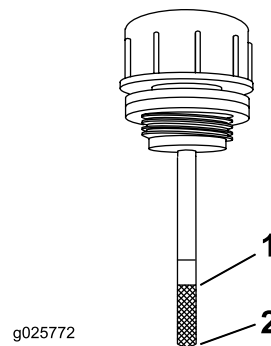

Figura 68
9. Retire la varilla e inspeccione el extremo (Figura 68). Si el nivel de aceite está en la marca Añadir, vierta lentamente en el depósito hidráulico sólo la cantidad de fluido necesaria para que el nivel llegue hasta la marca Lleno.